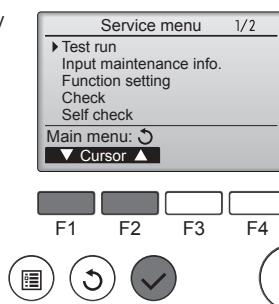

Fig. 7-1
- 1 Выберите режим "Test run" (Пробный пуск) в Сервисном меню и нажмите кнопку [Выбор]. (Fig. 7-1)